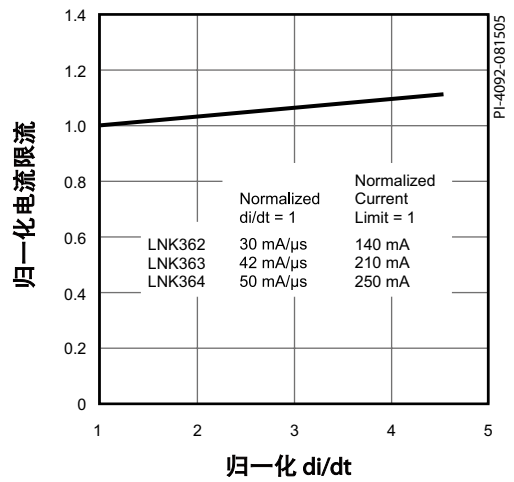

图 14. 限流点与 di/dt 的特性曲线
- C. 参考图14典型性能特性部分中旁路引脚启动时的充电波形。